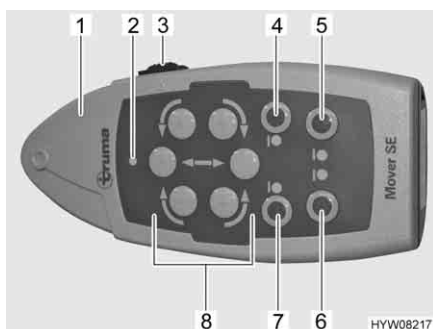

Fig. 3 Télécommande
- Pousser l'interrupteur à curseur (Fig. 3,3) de la télécommande (Fig. 3,1) sur "MARCHE" (I). Le système d'aide à la manœuvre est opérationnel quand la DEL verte (Fig. 3,2) s'allume.
- Plaquer des deux côtés les rouleaux d'entraînement contre les pneus. Presser pour ce faire les touches "Plaquer" (Fig. 3,4 et 7).
- Déplacer le véhicule dans la position désirée avec les touches de direction (Fig. 3,8).
- Éloigner des deux côtés les rouleaux d'entraînement des pneus. Presser pour ce faire les touches "Libérer" (Fig. 3,5 et 6).
- Pousser l'interrupteur à curseur (Fig. 3,3) de la télécommande sur "ARRÊT" (0).